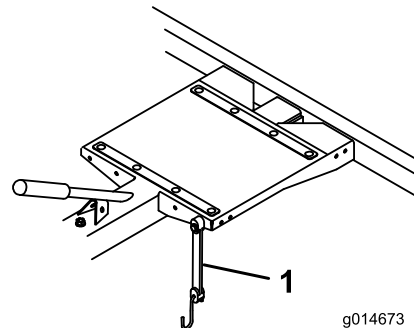

Figure 15
4. Durant le transport, utilisez la sangle élastique pour arrimer la tondeuse sur la remorque (Figure 15). Vous pouvez accrocher la sangle élastique dans d'autres trous pour arrimer différentes tondeuses.